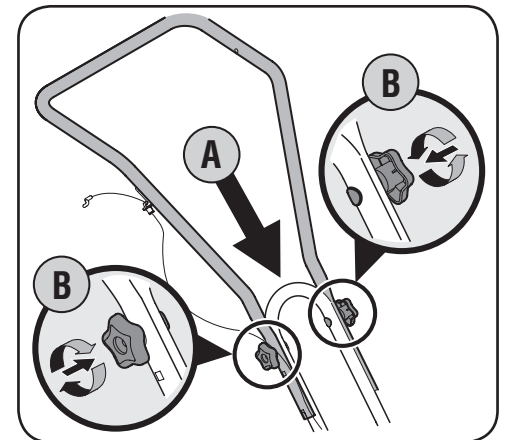

Figura 3-4
- Ubique la manija superior en la manija inferior, Paso A en la Figura 3-4. Alinee los orificios de la manija inferior con los de la manija superior. Seleccione los orificios superiores o inferiores, según la altura deseada de la manija.
- Inserte los tornillos del carro a través de los orificios y asegúrelos con las perillas en estrella, Paso B en la Figura 3-4. Asegúrese de que los tornillos del carro estén bien asentados en una de las dos posiciones proporcionadas.